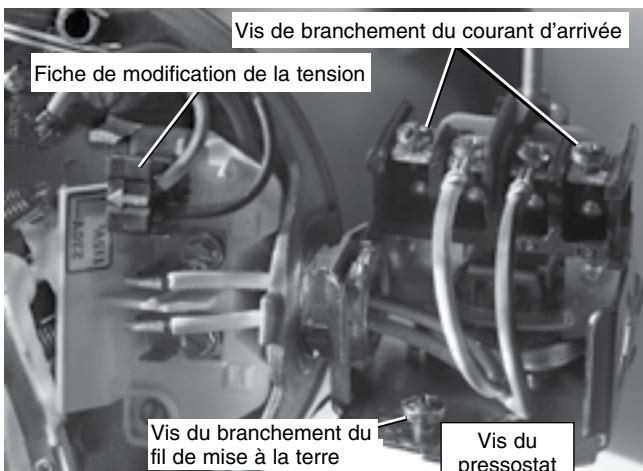

Figure 6 : Tension réglée sur le courant de 230 volts.
4. Brancher les deux fils du courant d'arrivée sur les deux vis extérieures du pressostat, comme il est illustré à la Figure 6.
5. Brancher le fil de mise à la terre sur une des vis de mise à la terre, comme il est illustré à la Figure 6.